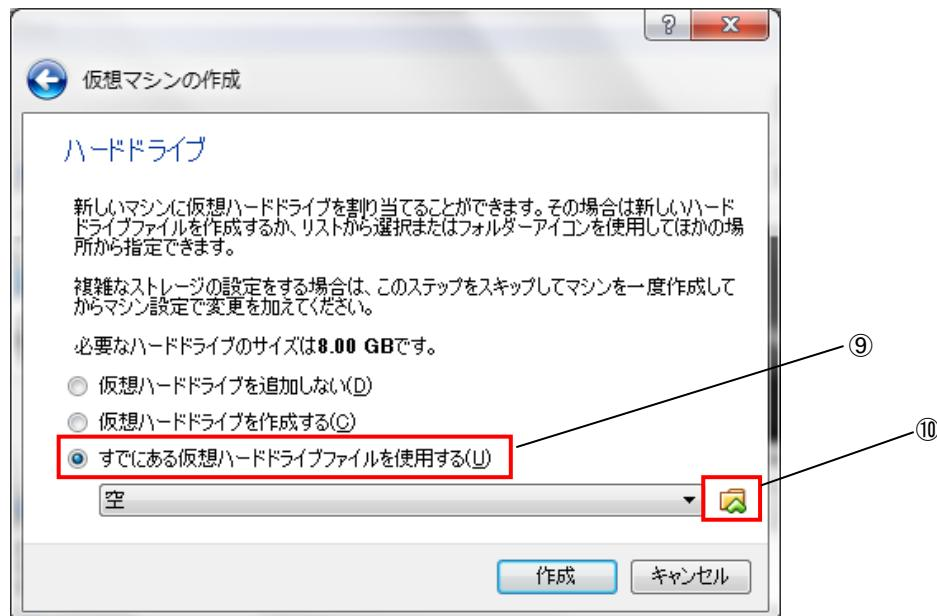

図3-2-4-5. 仮想ハードディスクのイメージ選択画面
- ⑪ 図3-2-4-7のように仮想ディスク選択画面が開きます。
⑫ あらかじめ展開しておいた Algonomix4_development.vdiを選択し、[開く(O)]を押してください。